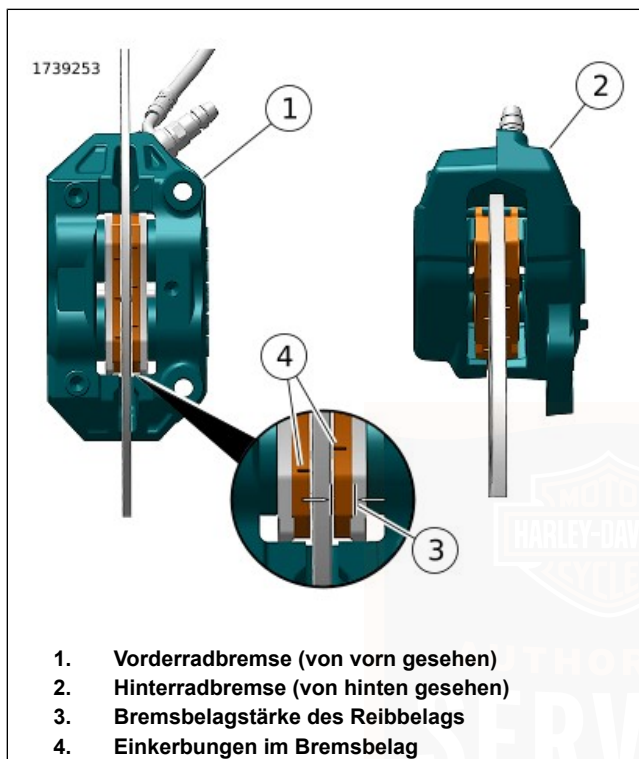

Abbildung 102. Reibmaterial des Bremsbelags
1. Siehe Abbildung 102 . Die Bremsscheibe prüfen, wenn diese gedreht wird. Die Scheibe muss schlagfrei im Bremssattel laufen.